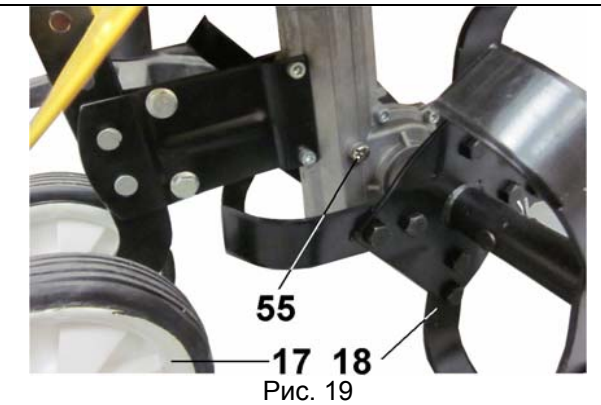

Рис. 19
10.6. В редуктор необходимо добавлять 60мл консистентной смазки (типа ЛИТОЛ) через каждые 4часа работы мотокультиватора. Для этого необходимо выкрутить винт (55), через отверстие ввести смазку, Рис.19. Приспособления и устройства для внесения смазки не поставляются.